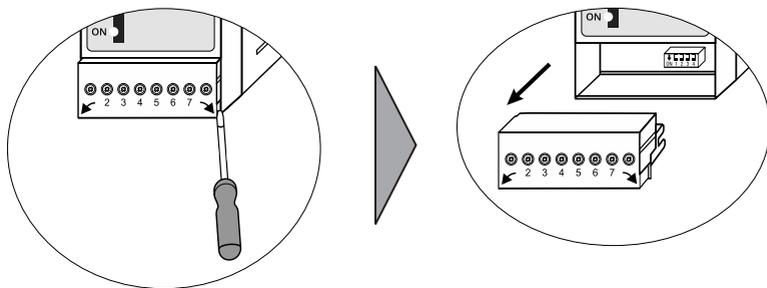

图 8
2. 使用螺丝刀小心地松开并拔下上方和下方端子排，参见图 8。